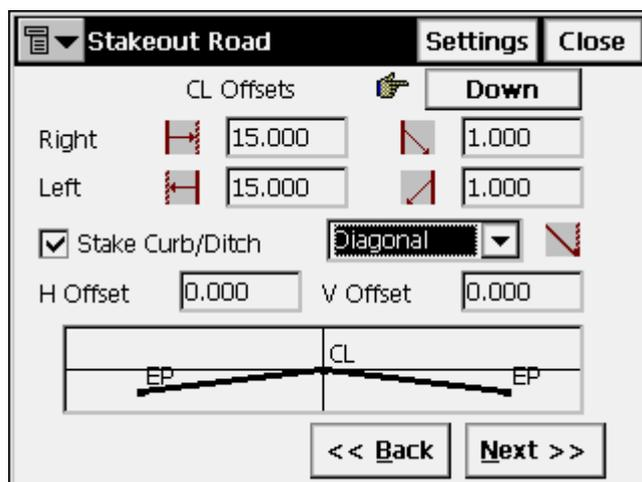

Рисунок 7-33. Вынос в натуру трассы
3. В окне **Stakeout Road (Разбивка трассы)** задайте смещения пикетов относительно центральной линии (рис. 7-33) и нажмите **Next (Далее)**.